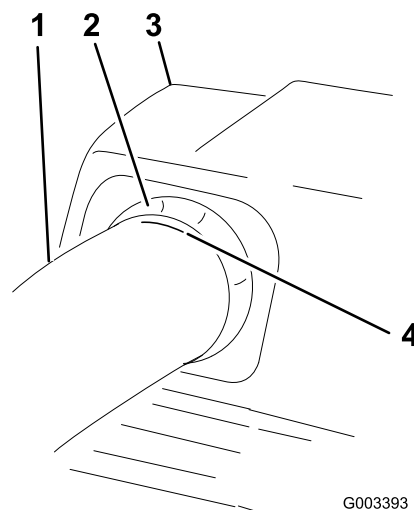

Figura 25
7. Una volta raggiunta la misura di 19 mm, segnate il tubo superiore sull'esterno nel punto in cui la tenuta di gomma sporge all'infuori (Figura 25).
11. Controllate che il segno da Figura 25 sia ancora al suo posto.